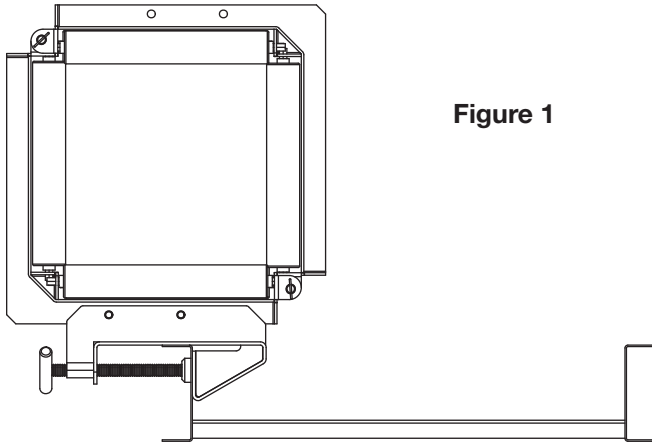

Figure 1
- Fixer le galet au chemin de câbles comme indiqué sur les Figures 1 à 3 ci-dessus, en fonction du type de bride utilisée sur le chemin de câbles.